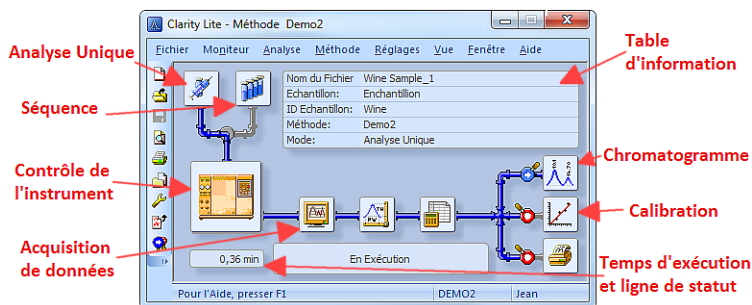

Fig 7: Fenêtre analyse-traitement
- Fig 7** sur la page **12**. affiche les icônes les plus importants de la fenêtre **Clarity Lite**. Pendant le tour d'horizon, nous allons passer en revue toutes les fenêtres ouvertes par ces icônes.
- Les champs de la section *Analyse* contiennent des informations sur l'échantillon. Vous pouvez définir les valeurs dans les champs comme indiqué dans **Fig 8** sur la page **13.**, comme paramètres d'analyse type. Une fois sélectionné comme décrit, votre fenêtre *Clarity Lite* sera identique à ce qui est montré dans **Fig 7** sur la page **12**.
- Les champs *ID Échantillon* et *Échantillon* ① sont purement informatifs, alors que les données dans les champs *Quantité*, *Dilution*, *Quantité ISTD* et *Volume Inj.* ② sont utilisés pour d'autres calculs.
- La sélection des champs *Standard de Calibration* et *Niveau* ③ marqueraient cet échantillon comme standard de calibration et sauvegarderaient le chromatogramme dans le sous-répertoire CALIB.
- La mesure de l'échantillon sera effectuée conformément à la modification réelle du modèle de méthode ouvert dans la fenêtre *Clarity Lite*. Le bouton *Méthode...* sert à modifier les paramètres de la méthode modèle réelle. Le bouton *Méthode...* ④ sert à modifier les paramètres du modèle de méthode réel. Revenir à la boîte de dialogue *Analyse Unique* en appuyant sur le bouton **OK**. Cliquer sur le bouton pour ouvrir la boîte de dialogue **Configuration de la Méthode** et vérifier le réglage du paramètre *Autostop* (*Autostop* est activé et le *Temps d'Analyse* réglé à 7.5 minutes).
- Exécuter l'analyse en cliquant sur le bouton *Exécuter* ⑦. La boîte de dialogue **Analyse Unique** va maintenant fermer. Si vous l'ouvrez à nouveau, vous verrez trois autres boutons (*Stop*, *Abandon*, *Aperçu*) qui vous permettront d'arrêter ou d'abandonner l'analyse ou de faire une copie d'écran (voir le chapitre "**Fenêtre Acquisition de Données**" sur la page 16.).
- Dans la fenêtre **Clarity Lite** regarder la *ligne Statut* (voir **Fig 7** sur la page 12.). L'acquisition est désormais signalée par l'état *EN EXÉCUTION* et le temps d'exécution réel y est indiqué.
- Pour voir l'acquisition de données en cours et éventuellement la contrôler, cliquer sur l'icône *Acquisition de Données*  (voir **Fig 7** sur la page 12.) pour ouvrir la fenêtre **Acquisition de Données**.
- Selon la configuration de votre station, un ou plusieurs signaux peuvent être affichés. Le nombre de détecteurs (signaux) et leur nom peuvent être consultés dans le coin supérieur à droite du schéma ①.